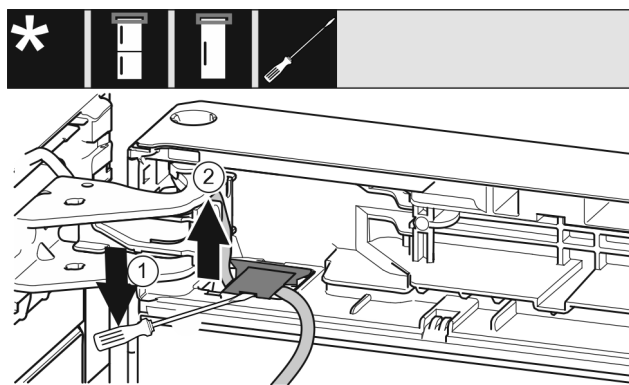

Fig. 21
- ▶ Plochým šroubovákem nadzvedněte kryt a zvedněte jej. Fig. 21 (1)
- ▶ Vytáhněte kabel. Fig. 21 (2)